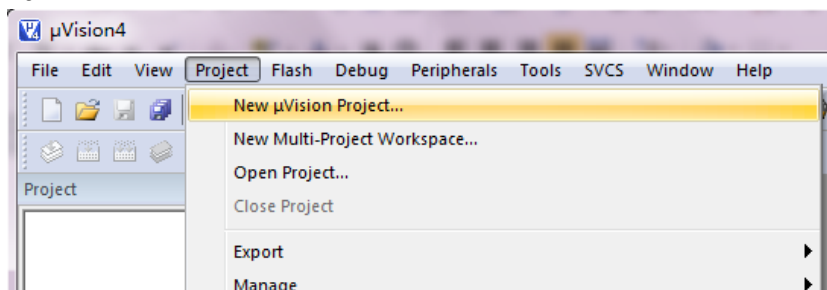

图 2-13 新建工程
1. 双击桌面 ，打开 Keil4 软件，等 Keil4 软件完全启动后，选择 Project→New uVision Project 菜单项，操作界面如图 2-13 所示。